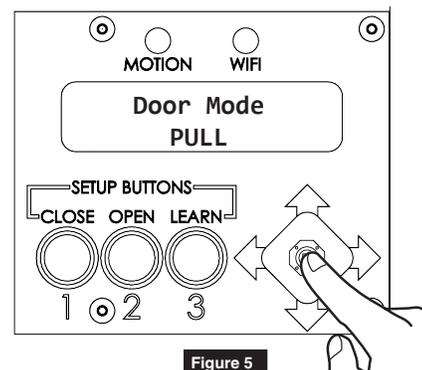

Figure 5
2. Selon votre application, sélectionnez POUSSER ou TIRER en déplaçant la manette vers la GAUCHE ou vers la DROITE. (Figure 5)